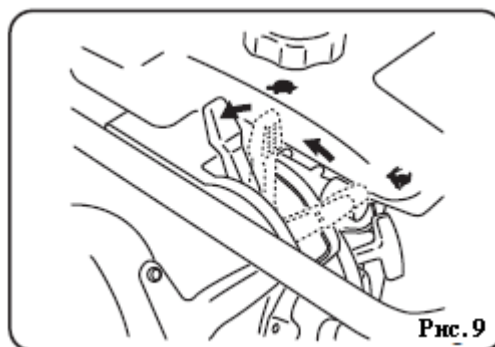

Рис. 9
1. Переместите рычаг дросселя из рабочего положения (☛) в положение холостого хода (☛). Дождитесь остывания двигателя в течение 3 – 5 минут, затем переместите рычаг дросселя в положение остановки. Двигатель заглохнет, а топливный кран закроется автоматически (рис. 9).